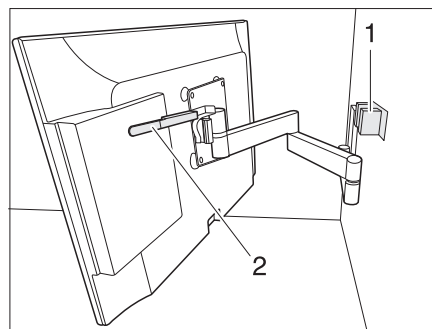

Bild 100 Halterung mit Gelenkarm
- Hebel (Bild 100,2) nach unten drücken um Flachbildschirm aus Arretierung (Bild 100,1) zu lösen. Hebel loslassen.